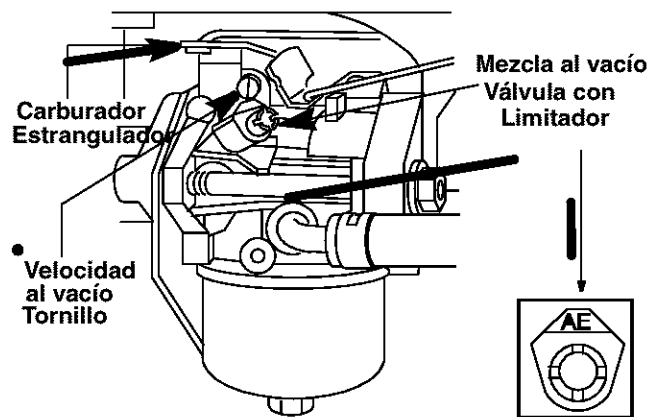

Figura 14
- Gire la mariposa del carburador contra el tornillo de velocidad al vacío y manténgalo así. Ver Figura 14. Gire el tornillo de velocidad para obtener 1750 RPM, usando un tacómetro para medir.